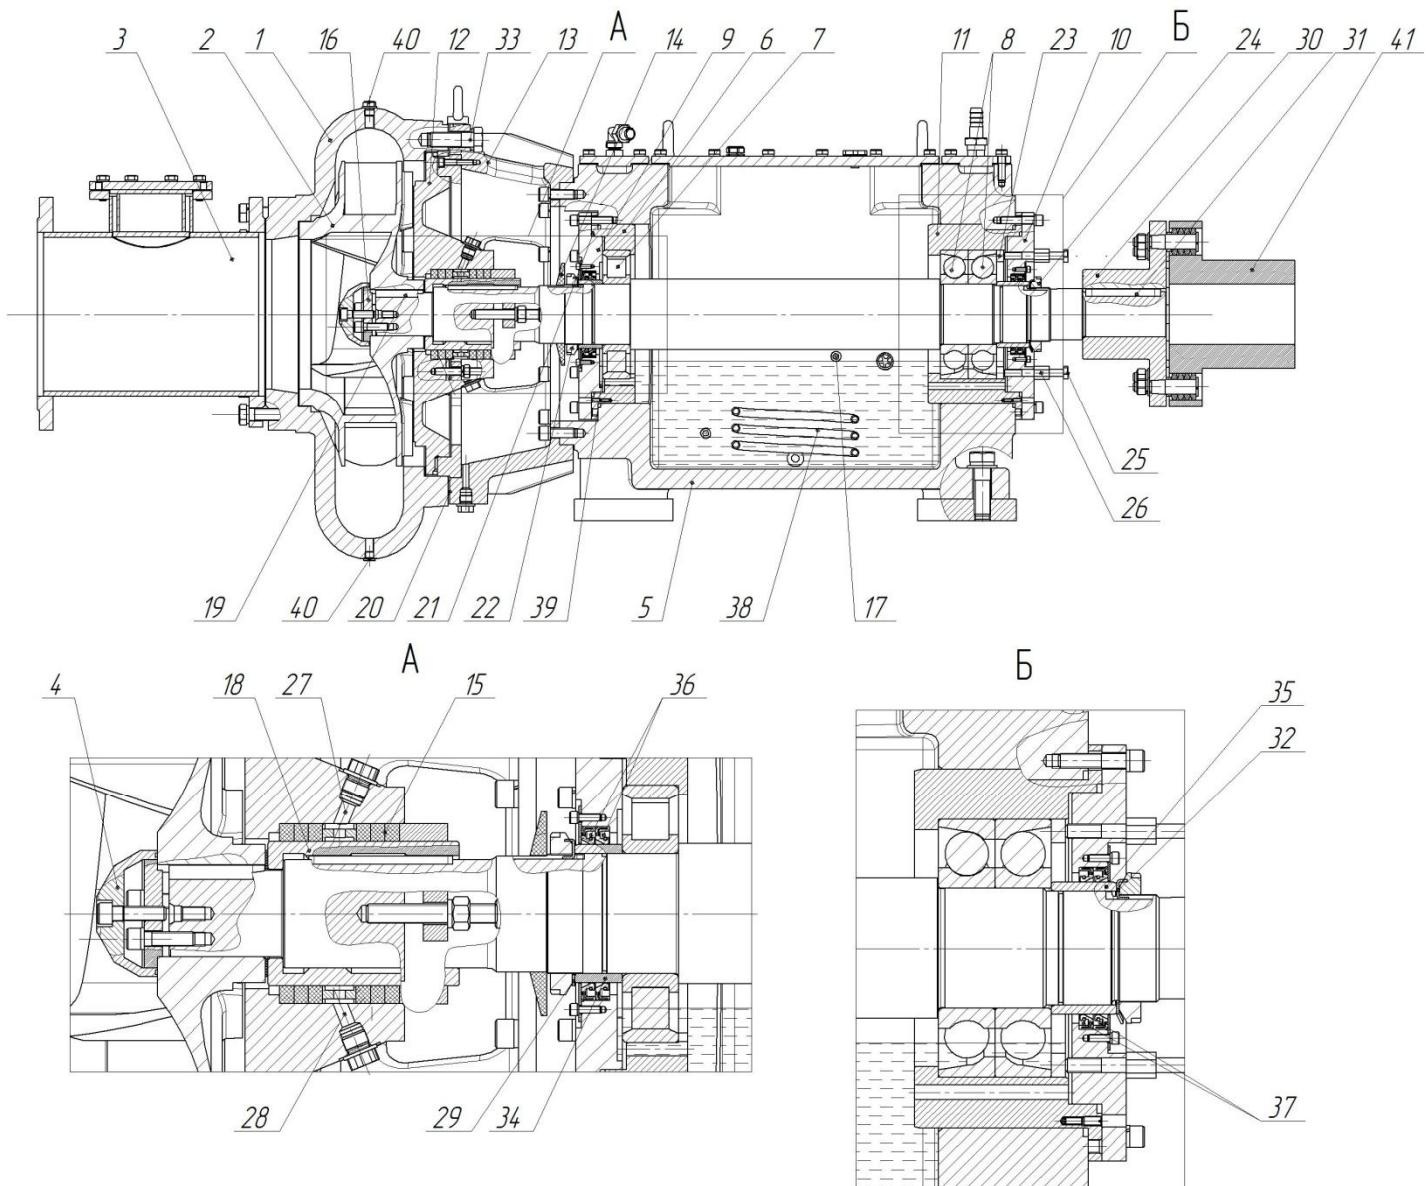

Рис.2 Разрез насоса типа НФ3 200/400.510-6.400/4-400.
д) выполнить разворот корпуса спирального поз.1 рис.2 по посадке на фонаре поз.13 рис.2 выходным патрубком вверх по вертикальной оси. Для выполнения операции использовать технологическое приспособление (Приложение 3 Рис.6) к выходному фланцу корпуса спирального поз.1 рис.2 (рым-петли). При повороте корпуса спирального по посадке на фланце обеспечить минимально необходимый зазор между торцами фланца корпуса спирального поз.1 рис.2 и фонаря поз.13 рис. 2 с целью исключения повреждения прокладки поз.20 рис.2. При этом обеспечивать упор со стороны входного фланца корпуса спирального поз.1 рис.2 с целью исключения схода корпуса спирального с посадки по фонарю поз.13 рис.2.
- е) демонтировать корпус спиральный поз.1 рис.2;
- ж) демонтировать шайбу защитную поз.4 рис.2;
- з) демонтировать шайбу крепления рабочего колеса поз.16 рис.2;
- и) демонтировать рабочее колесо поз.2 рис.2;
- к) демонтировать корпус уплотнения поз.12 рис.2;
- л) демонтировать фонарь поз.13 рис.2.
- м) демонтировать втулку защитную поз. 18 рис.2.
- б) демонтировать (при необходимости) полумуфту насоса поз. 30 рис.2;
- в) открутить гайку крепления подшипника поз.24 рис.2.
- г) демонтировать крышку заднего стакана подшипника поз. 10 рис.2;
- д) демонтировать нажимное кольцо поз. 23 рис.2;
- е) демонтировать отбойник поз.14 рис.2;
- ж) открутить гайку крепления подшипника поз.22 рис.2.
- з) вынуть вал из кронштейна вместе с подшипниками, при этом не допускать значительного перекоса вала с целью исключения повреждения охладителя поз.38 рис.2;
- и) снять (при необходимости замены) с вала подшипники поз.7,8 рис.2 с втулками защитными поз. 34,35 рис.2.
Регулировка зазора в подшипниках поз.8 рис.2 выполнять с помощью регулировочных болтов М12 поз. 25 рис.2 с контргайками поз.26 рис.2, осевой люфт вала должен быть 0,04-0,06мм.